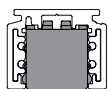
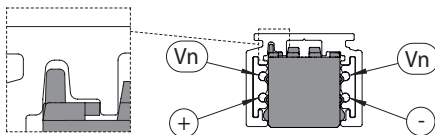

Fig. 10
Fig. 11
Esistono due tipologie di giunti lineari: quelli non polarizzati (senza chiavi meccaniche, codice 9503/...-E fig.10) e quelli polarizzati (con chiavi meccaniche, codice 9503-K/...-E fig.11). Nel caso si utilizzino i giunti lineari polarizzati prestare particolare attenzione all'inserimento del giunto nel binario, una volta inserito con la chiave orientata correttamente, il giunto deve essere completamente a filo del binario, senza sporgere e la chiave non deve essere in interferenza col binario (fig.12).
*There are two types of linear joints: the non-polarised version (without mechanical key, code 9503/...-E Fig. 10) and the polarised version (with mechanical key, code 9503-K/...-E Fig. 11). If polarised linear joints are used, take special care when inserting the joint into the track; once it has been inserted with the key properly oriented, the joint must lie completely flush with the track without protruding, and the key must not interfere with the track (Fig. 12).*